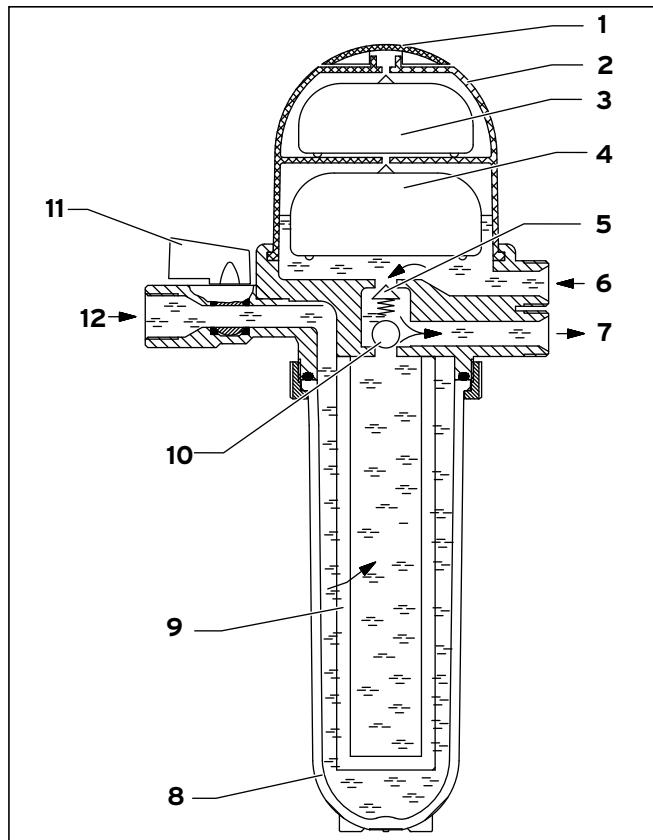

Fig. 3.1 Opbygning automatisk fyringsolieudlifter med integreret filter
- Fjern hætten (1) (se Fig. 3.1) på fyringsolieudlifteren (f. eks. med en skruetrækker).
- Sæt udluftningsanordningens tilslutningsnippel ind i åbningen på udluftningskappen (2) (se Fig. 3.1).